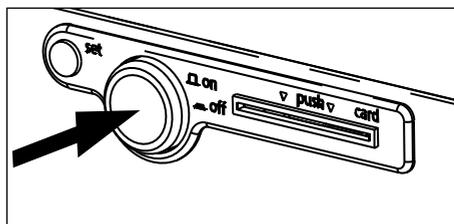

Abb. 21 Kühlbrutschrank ausschalten
1. Gerät ausschalten. Dazu den Hauptschalter an der Bedienoberfläche drücken, so dass er im Gerät einrastet (Abb. 21).